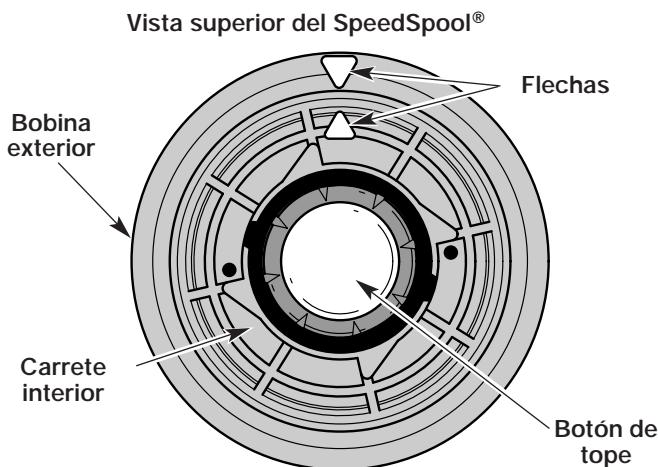

Figure 15
2. Alinee la flecha del carrete interior con la flecha de la bobina exterior (Fig. 15).